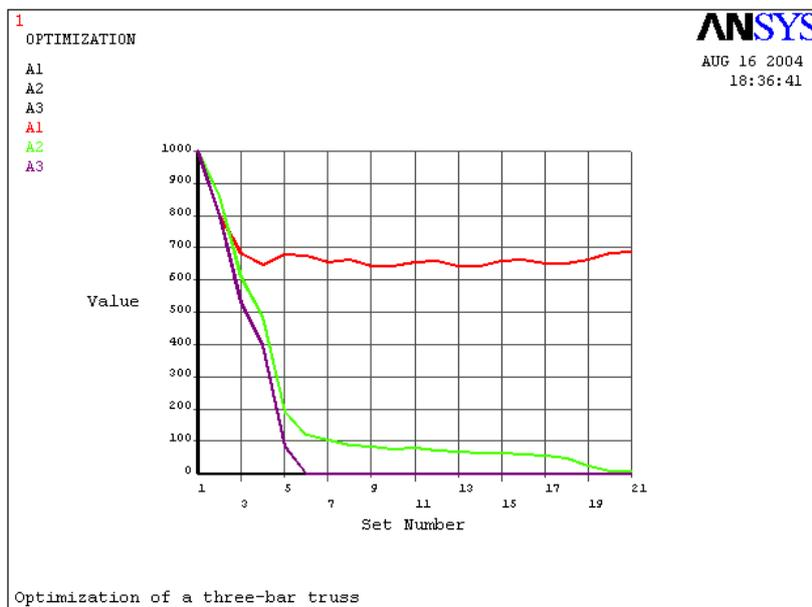

图12.45 面积迭代图形
(38) 单击 Main Menu>Design Opt>Design Sets>Graphs/Tables 菜单，弹出【Graph/List Tables of Design Set Parameters】对话框。在【Y-variable params】列表框中选择【A1】、【A2】和【A3】。单击【OK】按钮，将显示截面面积的迭代图形，如图 12.45 所示。